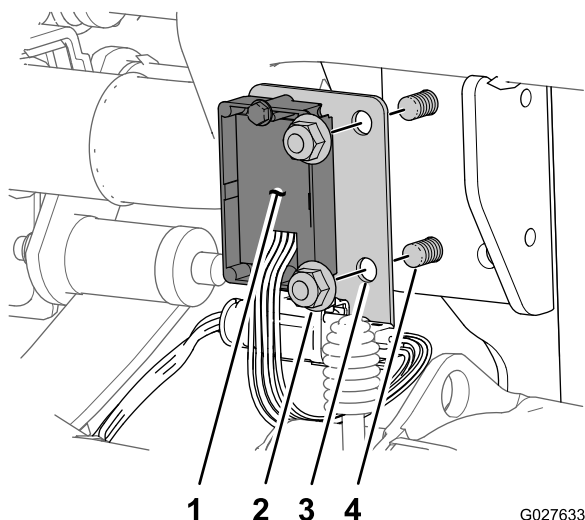

図 8
3. リレーコントローラとアダプタハーネスのアセンブリにある2つの穴を、デファレンシャルのサポートをデファレンシャルのマウントに固定しているボルト本に通す 図 8。
4. ブラケットをサポートに組み付け、ボルトとフランジロックナットで固定する 図 8。